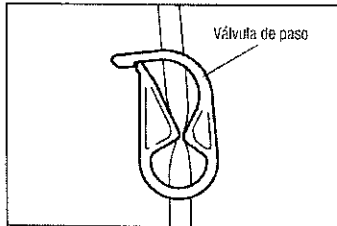

Fig.8
1. Cierre la válvula de paso del tubo, entre la aguja del tubo de irrigación y la bomba de irrigación, tal y como se muestra en la Fig. 8.